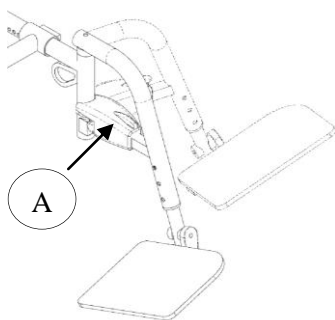

Figure 24 - Escamoter l'appui-pied
2. Faire pivoter l'appui-pied vers l'extérieur ou l'intérieur de la base ( figure 24);